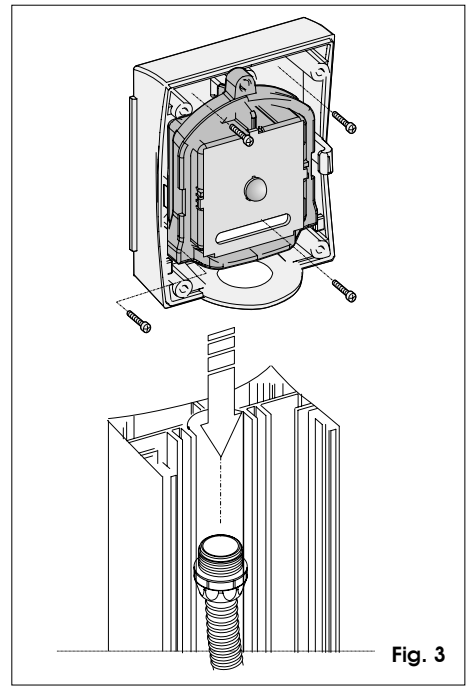

Fig. 3
- Sur une petite colonne prévue à cet effet (fig.3).
- En columna adecuada (fig. 3).
- auf entsprechender Säule (Abb. 3)